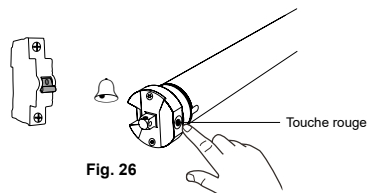

Fig. 26
- Dans un intervalle de **15 secondes**, actionnez une fois la **touche rouge** du moteur (Fig. 26), un bip sonore retentit.